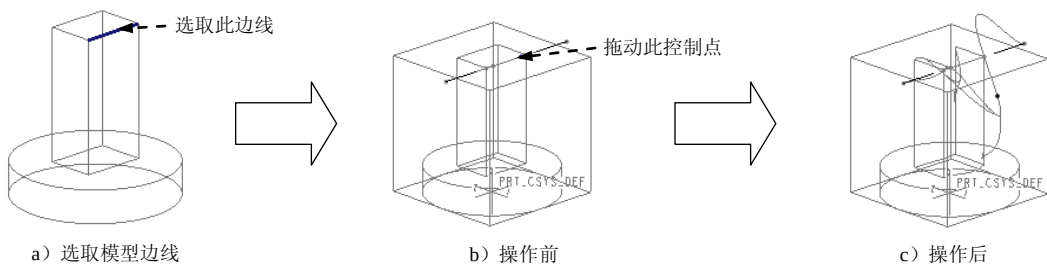

图 5.2.13 “骨架”操作
(2) 选取图 5.2.13 a 所示的模型边线, 并单击“链”对话框中的 **确定** 按钮。
Step3. 完成以上操作后, 在图形区的所选边线上出现图 5.2.13 b 所示的若干控制点和控制线。